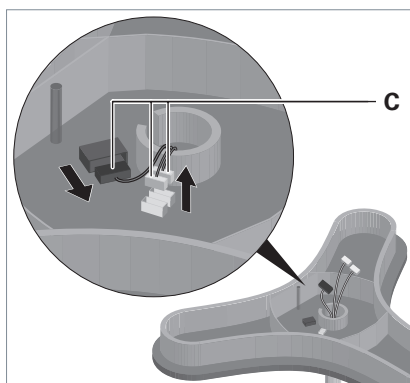

Fig. 16: Togliere la spina della testa dell'apparecchio.
- ▶ Staccare le spine **C**, vedi Fig. 16.